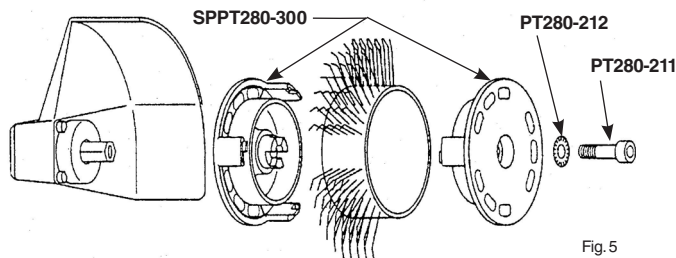

Fig. 5
3. Montare correttamente la cinghia abrasiva sull'utensile utilizzando l'adattatore e la vite apposita. Vedere la Fig. 5. Verificare che le setole della spazzola siano orientate correttamente secondo la rotazione dell'utensile. Vedere a pagina 58.